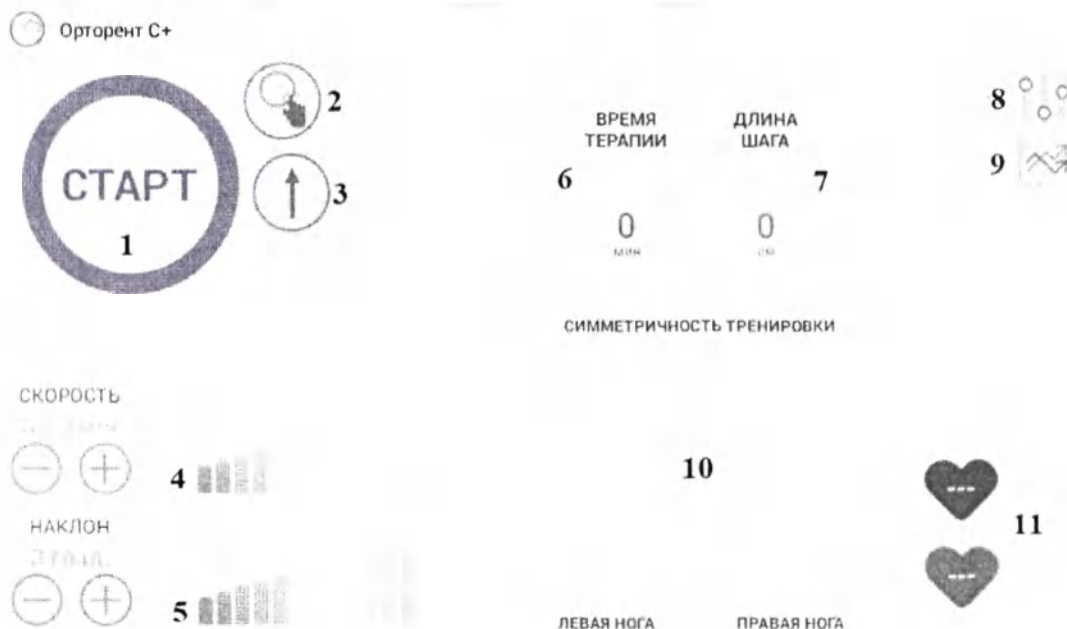
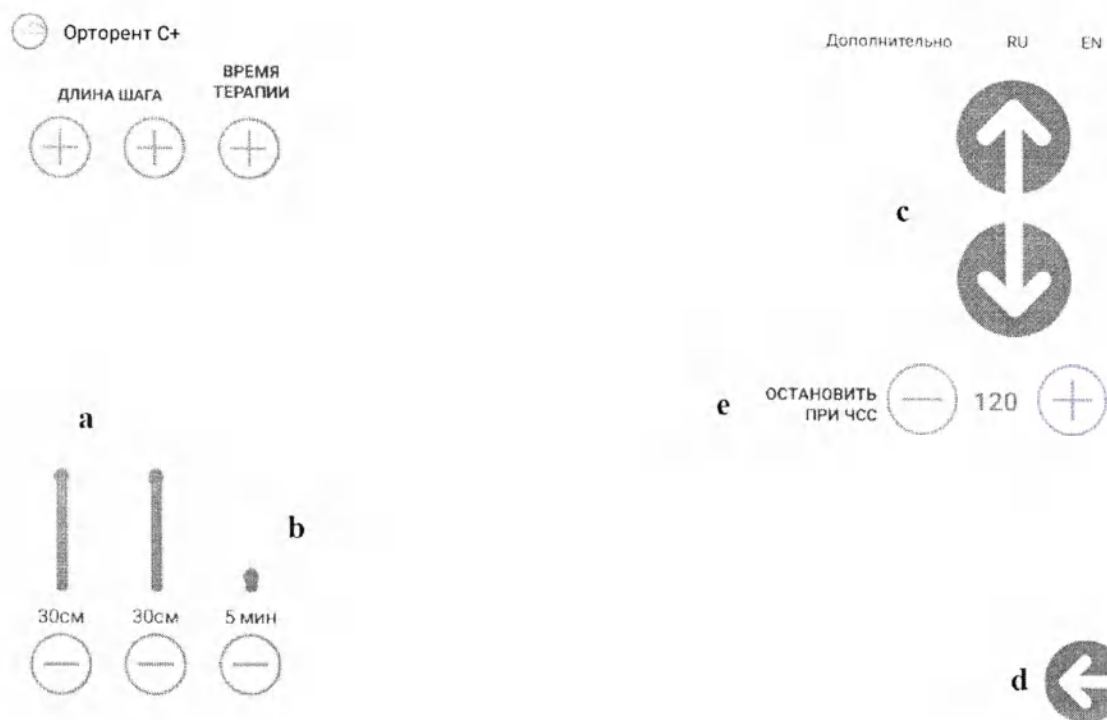

Рис. 3. Главный экран прибора в пассивном режиме
Рис. 4 Экран «Настройки»
8. Кнопка «Настройки» - переход на экран настроек тренажёра (Рис.4)
- d. для того чтобы вернуться на главный экран (Рис.3), нажмите иконку «стрелки» в правом нижнем углу экрана (Рис.4)
Для начала работы в активном режиме необходимо в настройках задать длину шага. Длина шага для правой и левой ноги задается в настройках прибора (рис.4). В активном режиме для начала движения бегового полотна пациенту необходимо сделать шаг заданной длины. Пациенту необходимо встать на уровне нулевой точки, указанную на боковой панели беговой дорожки. Если пациент перестаёт делать шаги, беговое полотно так же останавливается.